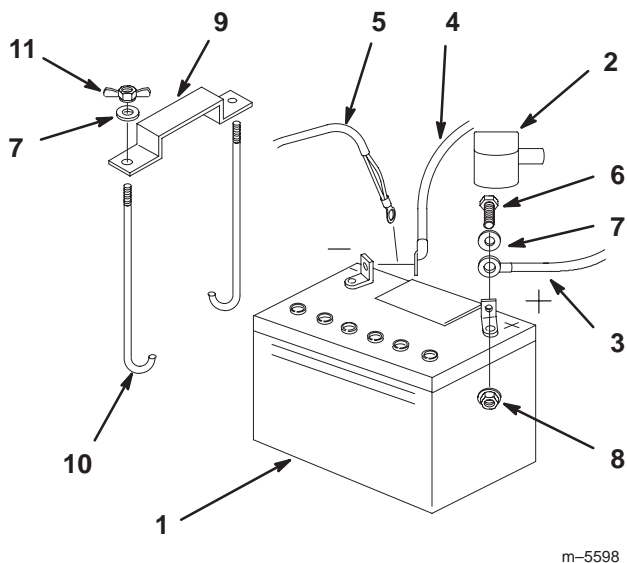

Figure 62
1. Placez la batterie dans son support en tournant les bornes vers le moteur (Fig. 62).
4. Fixez les câbles à l'aide de 2 boulons (1/4 x 3/4"), 2 rondelles (1/4") et 2 contre-écrous (1/4") (Fig. 62).
6. Fixez la batterie en position avec des boulons en J, une barrette de maintien et 2 rondelles (1/4"), ainsi que 2 écrous papillons (1/4") (Fig. 62).
3. Débranchez d'abord le câble négatif et le câble de masse de la borne négative (-) de la batterie (Fig. 62).
4. Ôtez le capuchon rouge de la borne positive (rouge) de la batterie. Retirez ensuite le câble positif (rouge) de la batterie (Fig. 62).
5. Retirez les deux écrous papillon (1/4") de fixation de la barrette de maintien de la batterie (Fig. 62).